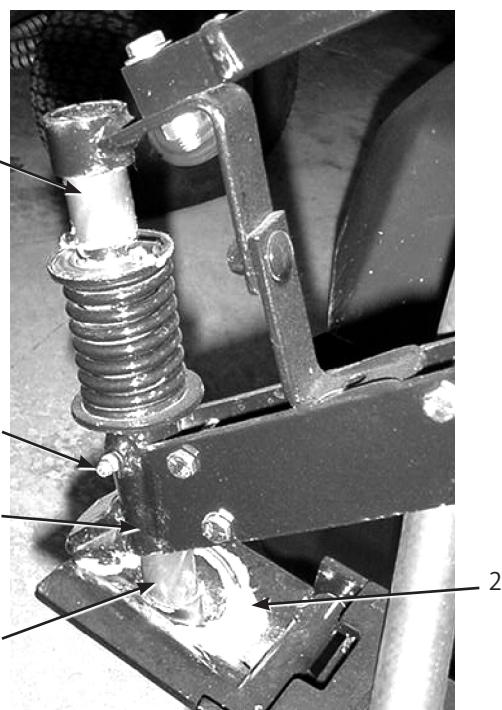

図44
1. 図44のように、サポート・シャフトと蝶番プレートのボール座に手でグリスを塗りつける。
2. スプリングの下にあるニップル（図44）にポンプでグリスを注入する；ピボット・アセンブリの下からグリスがはみ出てくるのが見えるまで入れる。
5. 古いフィルタのクランプ(図44)をゆるめて脇に寄せる。